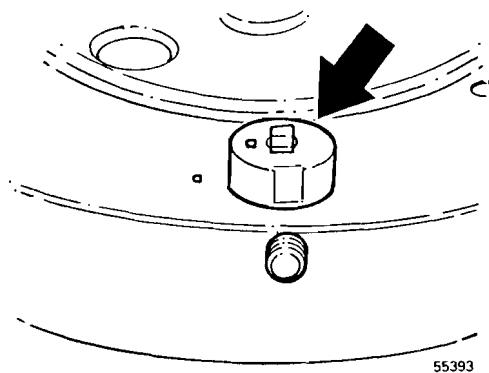

Fig. 54
- 11 Montar el portacuchillas en el cabezal de la fresa según las letras y con las ranuras orientadas hacia los tornillos de seguridad. Ajustar la altura de la cuchilla según las instrucciones anteriores, fig. 54.